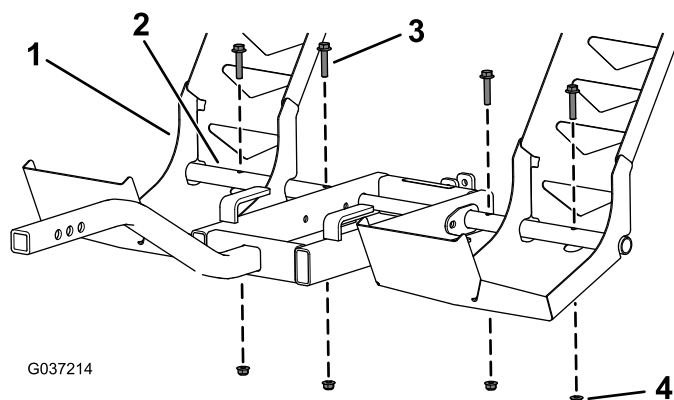

Figura 5
4. Alinee los orificios del eje de pivote del esparcidor con los orificios de las rampas derecha e izquierda, y sujete las rampas con 4 tornillos con arandela prensada (5/16" x 1 1/2") y 4 tuercas con arandela prensada (5/16"), según se muestra en Figura 5.